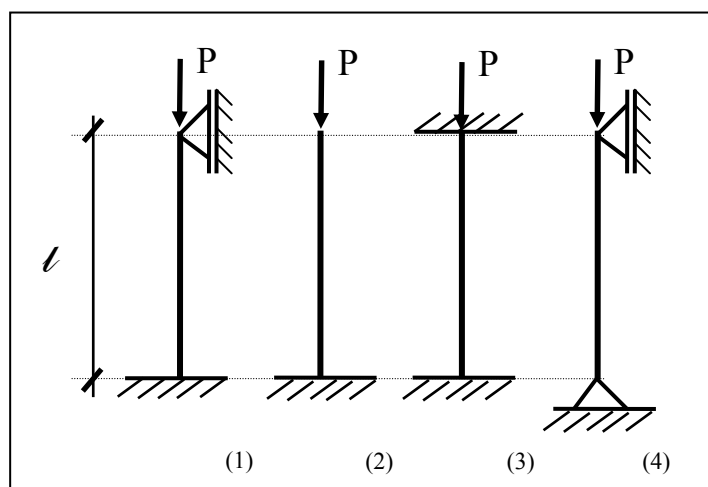

Fig. 8
13) Valorile lungimilor de flambaj ale barelor din Fig. 8 sunt: